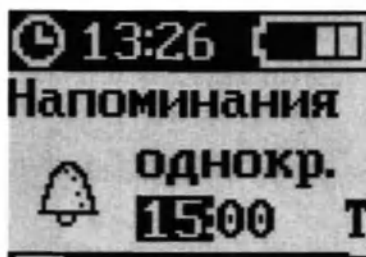

Рисунок 173 – Экран «НАПОМИНАНИЯ»
6. Кнопками «ВВЕРХ» и (или) «ВНИЗ» установить час напоминания (рисунок 173).